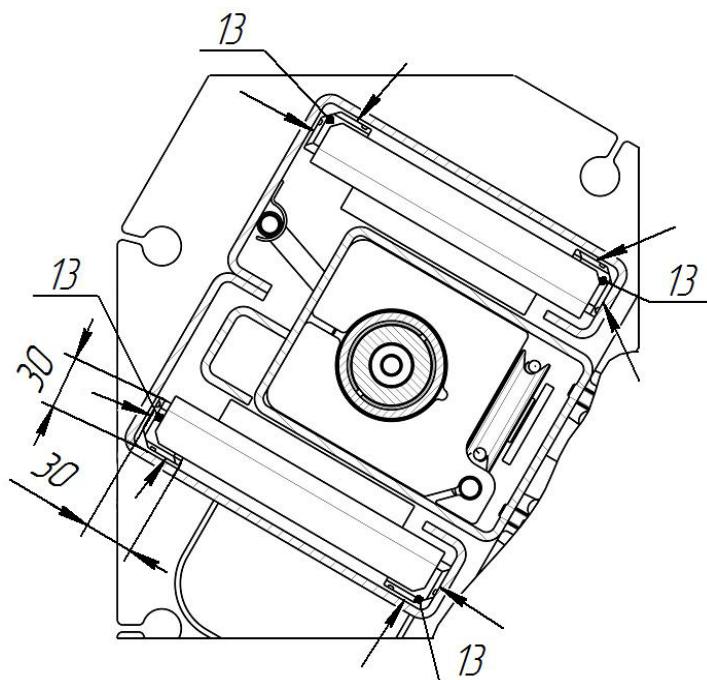

Рисунок 6.8 – Места смазки беговых дорожек (угловая зона 30x30 мм внутри стоек по всей длине)
6.14 Перед началом эксплуатации необходимо тщательно покрыть смазкой Литол-24 беговые дорожки внутри стоек на всем ходе кареток (рисунок 6.8), а также трос системы синхронизации кареток.